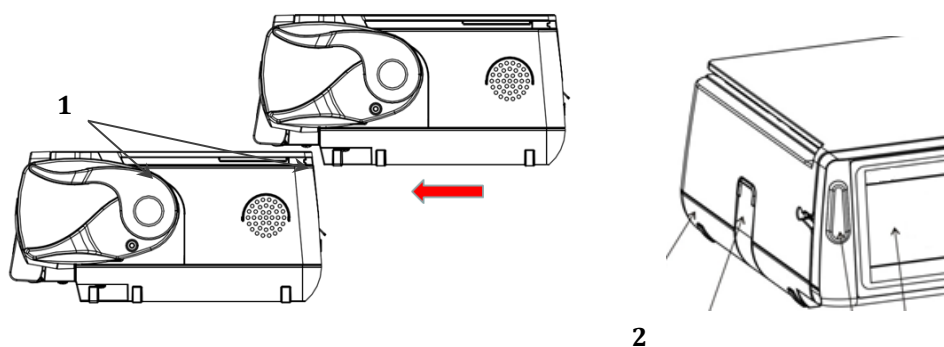

Рис. 9. Объединение насосов в один блок
2. Объедините насосы в один блок с помощью направляющих (1), как показано на рис. 9 и с помощью кнопки фиксации (2) закрепите их друг с другом.